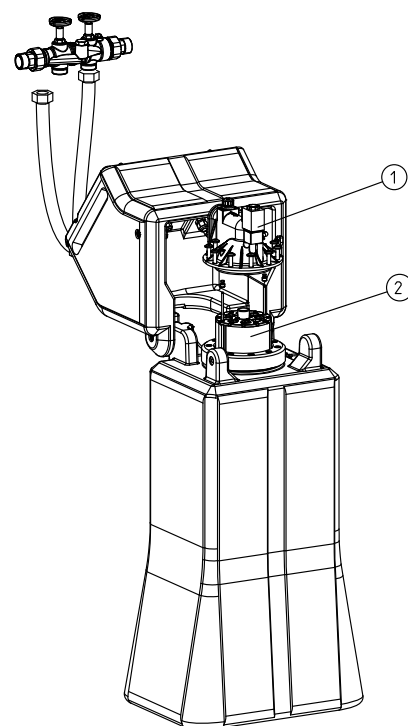

Fig. H-1 Parti soggette a usura
Come parte soggetta a usura si considerano l'elettrovalvola di sciacquo fig. H-1 pos. 1 (codice prodotto 157 119) e il modulo di trattamento fig. H-1 pos. 2 (codice prodotto 157 600 con kit di guarnizioni).